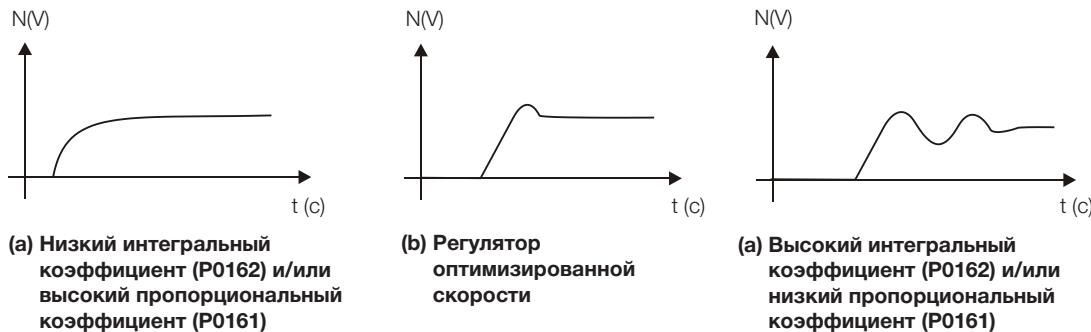

Рисунок 11.4. (a)–(c) Типы отклика регуляторов скорости
6. На рис. 11.4 на стр. 11-14 выберите, какой из графиков лучше всего подходит к полученному сигналу.
7. Отрегулируйте P0161 и P0162 в соответствии с типом отклика, представленным на рис. 11.4 на стр. 11-14.